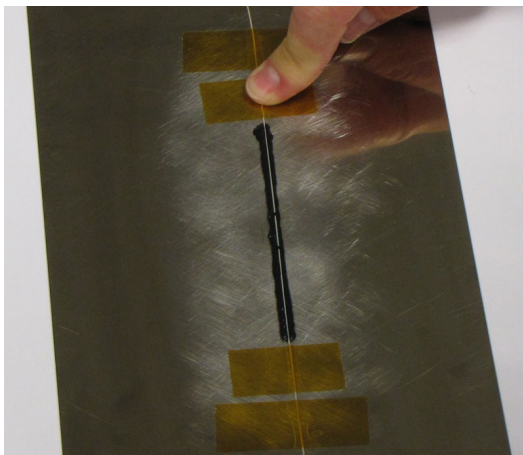

Fig. 2.11 Application de deux bandes de ruban adhésif supplémentaires aux extrémités de la zone de collage
- Appliquer deux bandes de ruban adhésif supplémentaires à chaque extrémité de la zone de collage (Fig. 2.11).